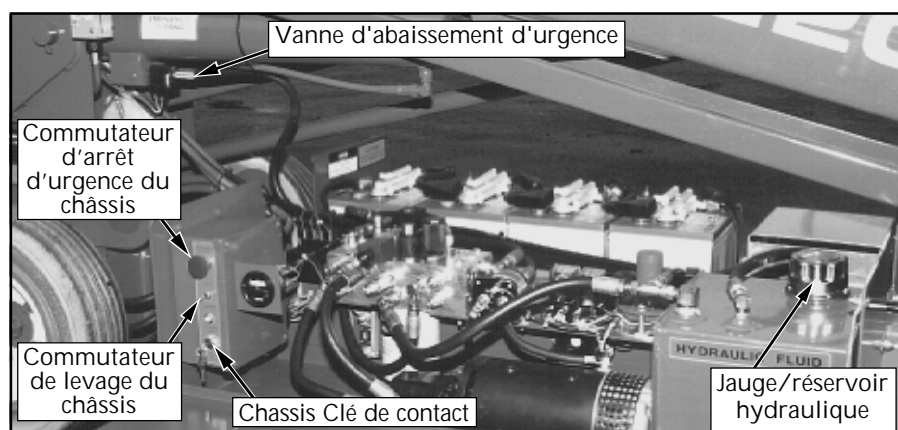

Figure 1 : Châssis, côté gauche
9. Tirer sur les boutons d'arrêts d'urgence du châssis et de la plate-forme pour les faire sortir et les mettre en MARCHÉ (figures 1 & 2).
10. Mettre la clé de contact du châssis (figure 1) sur **CHÂSSIS (CHASSIS)**.
11. Mettre le commutateur de levage du châssis (figure 1) en position **LEVAGE (LIFT)** et élever complètement la plate-forme.
15. Tourner la clé de contact du châssis (figure 1) sur **PLATFORME (DECK)**.
19. Tirer le bouton d'arrêt d'urgence en position **MARCHÉ (ON)**.
Le commutateur d'abaissement d'urgence est placé à la base du vérin de levage (figure 1).